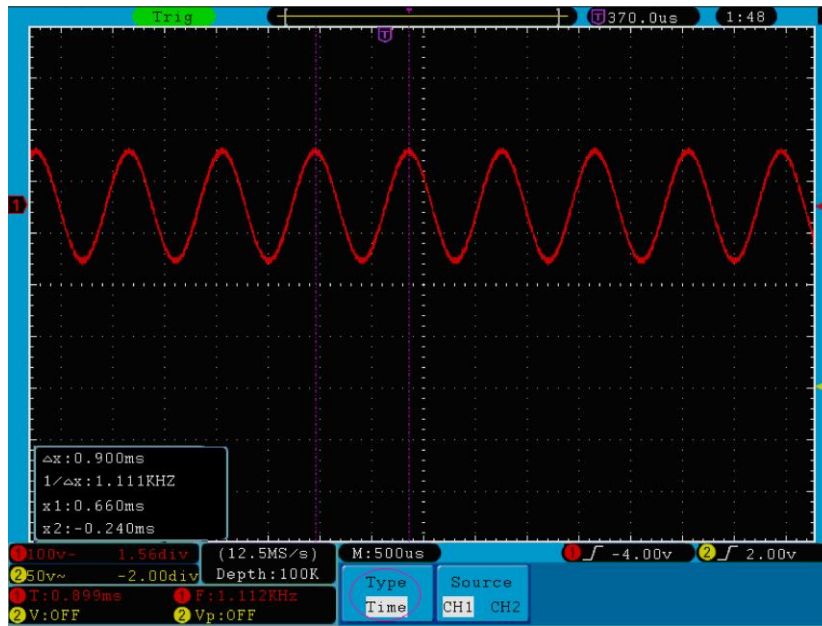

Fig. 72 Forma de onda de medición del cursor
4. De acuerdo con la forma de onda medida, ajuste las posiciones del Cursor1 y Cursor2 con la perilla **VERTICAL POSITION** del CH1 y CH2. La ventana de incremento del cursor en la parte inferior izquierda de la forma de onda muestra la diferencia absoluta, la frecuencia y el tiempo actual de los dos cursores (observe **fig. 72**).